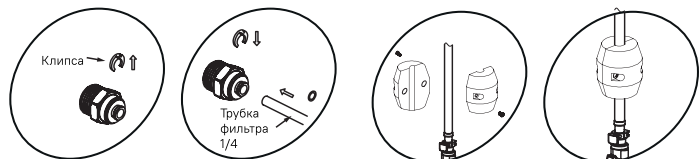

Рис. 2
4. Соедините подводку для фильтрованной воды №3 с медной трубкой №3 с одной стороны и адаптером для фильтра согласно рис.2 и самим фильтром с другой стороны.